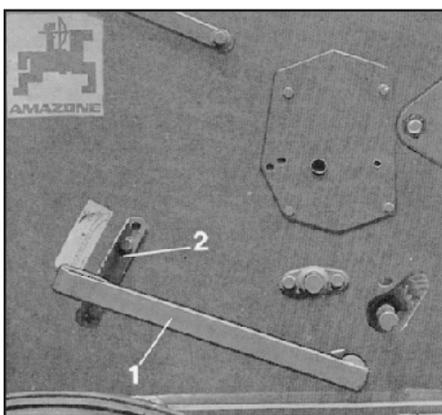
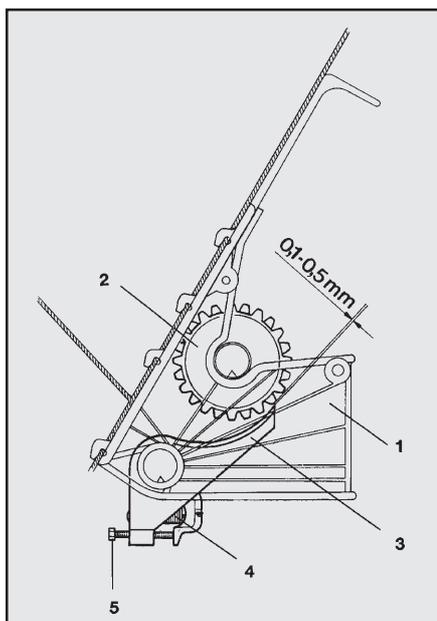

Рис. 7.3
Рис. 7.4
**7. Языки высевających аппаратов:** Необходимая для высева партия семенного материала дозируется в корпусах высевających аппаратов. Семена текут из семенного ящика в корпус высевającego аппарата (рис. 7.4/1), где высеивная катушка (рис. 7.4/2) и язык (рис. 7.4/3) закрывают посевной материал, как в камере-дозаторе. Дозированная партия семян транспортируется катушкой к краю языка, после чего семена падают в трубчатый семяпровод, который ведет к сошнику. Так как зерна имеют различную величину, камеру-дозатор необходимо подгонять под размер зерен. Эта настройка производится за счет поднятия и опускания языка высевającego аппарата при помощи регулировочного рычага (рис. 7.3/1). Крупные инородные частицы, попадающие вместе с посевным материалом между катушкой и языком высевającego аппарата, отгибают язык книзу. Сильная возвратная пружина (рис. 7.4/4) моментально приводит язык высевającego аппарата снова в рабочее положение.
- Регулировочный рычаг языков высевających аппаратов (рис. 7.3/1) необходимо установить на храповике (рис. 7.3/2) в позицию "1".
- В корпусе каждого высевającego аппарата необходимо проверять зазор между языком высеивной катушки, который должен составлять от 0,1 мм до 0,5 мм (смотри рис. 7.4). При этом высеивную катушку вращайте на вале вручную.
- При помощи пружинного болта (рис. 7.4/5) установите с некоторой погрешностью необходимый зазор.